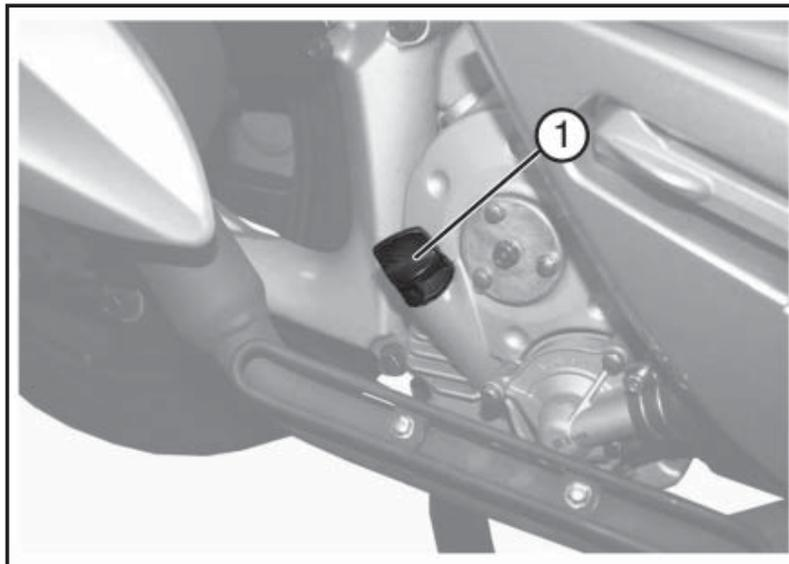

Fig. 02
- Controllare che la quantità di olio raggiunga il livello intermedio tra **MIN** e **MAX** (Fig. 02).